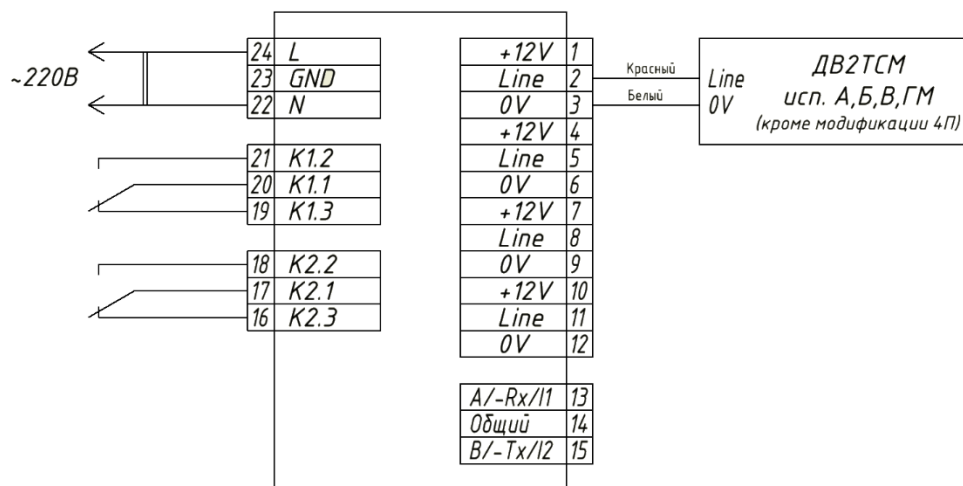
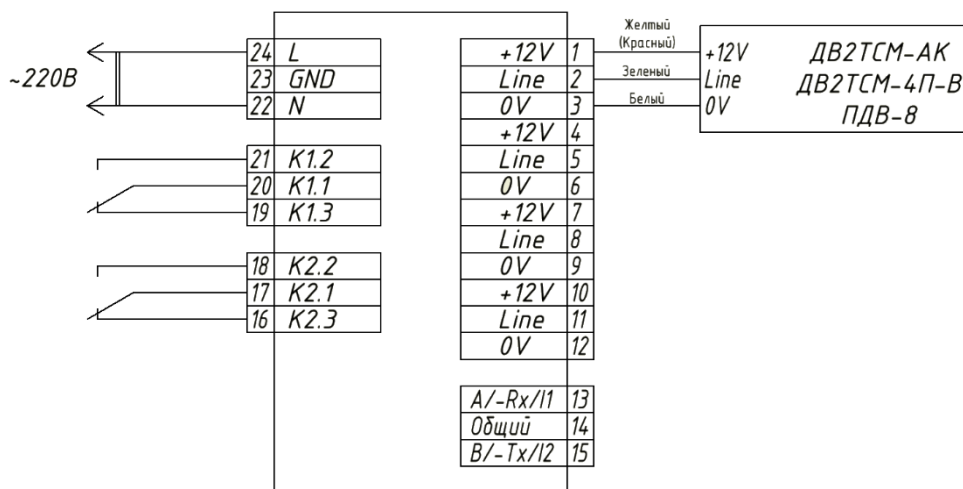

Рис.11. Двухпроводная схема подключения измерительных преобразователей к блоку индикации.
Рис.12. Трехпроводная схема подключения измерительных преобразователей к блоку индикации.
6.3. В зависимости от исполнения измерительные преобразователи подключаются к блоку индикации двух- (рис.11) или трехпроводным (рис.12) кабелем.
В термогигрометрах с преобразователями, подключаемыми по двухпроводной линии (рис.11), цепь «+12V» обесточена. При подключении к этим приборам дополнительных преобразователей ДВ2ТСМ-1Т-4П-В необходимо включить питание +12V, как описано в 8.7. Тип, максимальное количество, схема подключения и максимальная длина кабелей преобразователей приведены в таблице 8. Цвета стандартных проводов для схем подключения – в таблице 9.